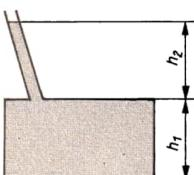

Bild 56
- 4.5** Ein Behälter mit Einfüllstutzen (Bild 56) ist einmal bis zur Höhe h_1 und ein anderes Mal einschließlich Einfüllstutzen mit Flüssigkeit gefüllt. 1. In welchem Verhältnis stehen die Schweredrücke am Boden des Behälters für diese beiden Füllungen? 2. Nennen Sie Anwendungsbeispiele.